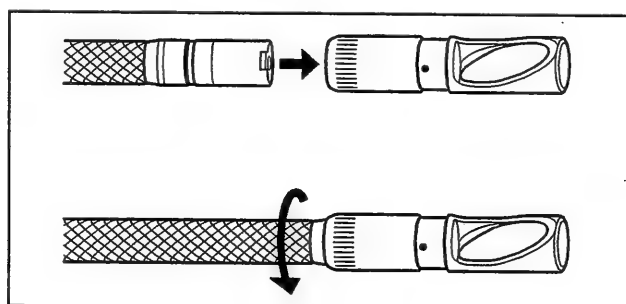

図 3.15
2. 側視ミラーアダプターをスコープ先端部にゆっくり差し込み側視ミラーアダプター内側のツメとスコープ先端の固定溝がかみ合う位置まで押し込みます。入らない場合は側視ミラーアダプターのミラー部が回転するように回し、確実にハマり込んでいることを確認してください。ナット第1ねじ部が接続ねじ部を通過するまで時計周りに回します（図 3.15 参照）。